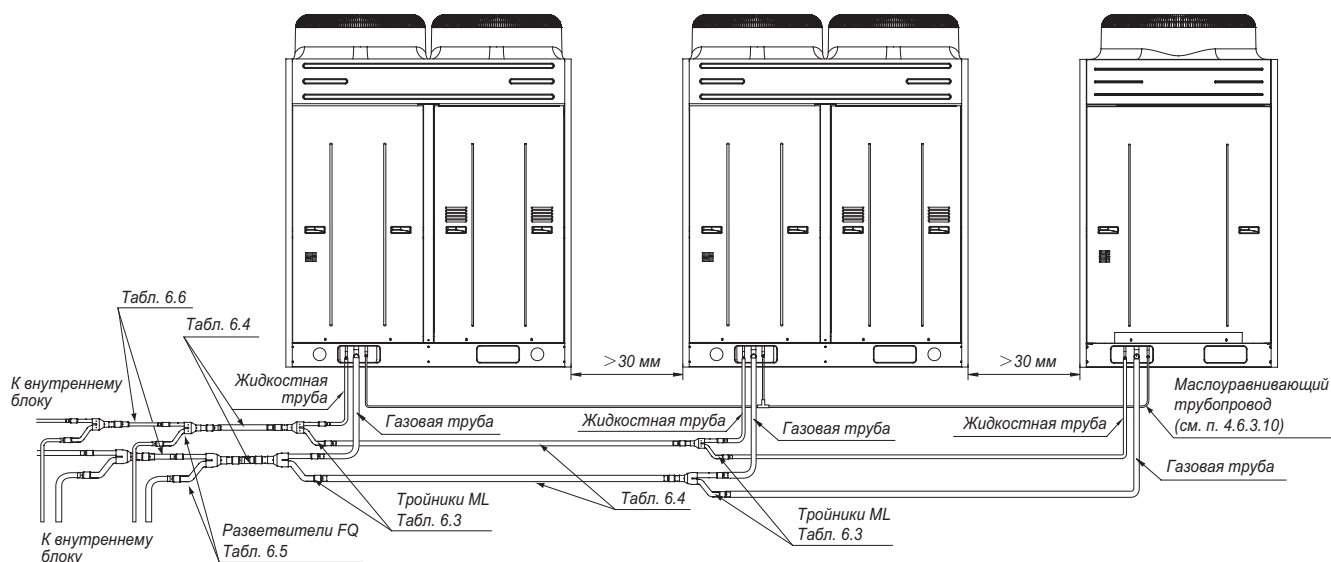

Рис. 6.2
6.3.1 На рис. 6.2 показаны таблицы в которых указаны параметры диаметров труб, разветвителей FQ и тройников ML.
6.3.2 При модульной компоновке наружных блоков применяются комплекты тройников для газовой и жидкостной труб ML01/A и ML02/A см. рис. 6.2 и таблицу 6.3.
6.3.3 Диаметр труб между тройниками ML (рис. 6.2) согласно таблице 6.4.
6.3.4 Диаметр труб подключаемых непосредственно к наружным блокам (рис. 6.2) согласно таблице 6.5.
6.3.5 Диаметр трубы на выходе из наружных коммутированных модулей (рис. 6.2) согласно таблицы 6.6.
6.3.6 Для развода фреоновых трубок трассы от наружного блока к внутренним применяются специальные тройники FQ (разветвители), см рис. 6.2 и 6.3.